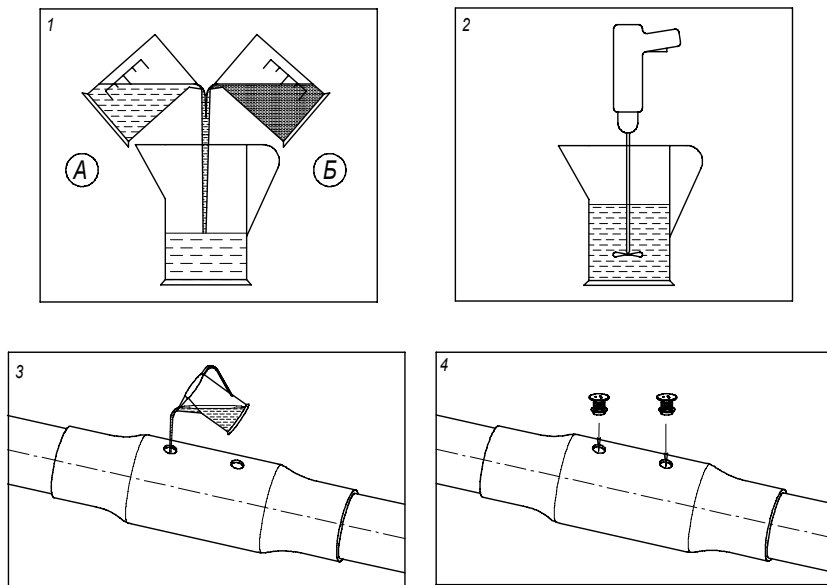

рис. 6
2.6.3 Відміряні дози компонентів одночасно злити до заливної посудини (рис. 6, поз 1).
2.6.4 Інтенсивно змішувати компоненти в заливній посудині з допомогою мішалки протягом 10 – 15 сек. до утворення однорідної суміші (рис. 6, поз. 2).
Отриману суміш, швидко (за 10 – 15 сек.) влити в заданий об'єм через заливний отвір муфти (рис. 6, поз. 3). Температура ППУ системи під час заливки повинна бути в межах  $(+15 \div +25)^{\circ}\text{C}$ .
2.6.5 Вставити в отвори корки-обезповітрявачі так, щоб через отвори в корках виходили гази (рис. 6, поз. 4).